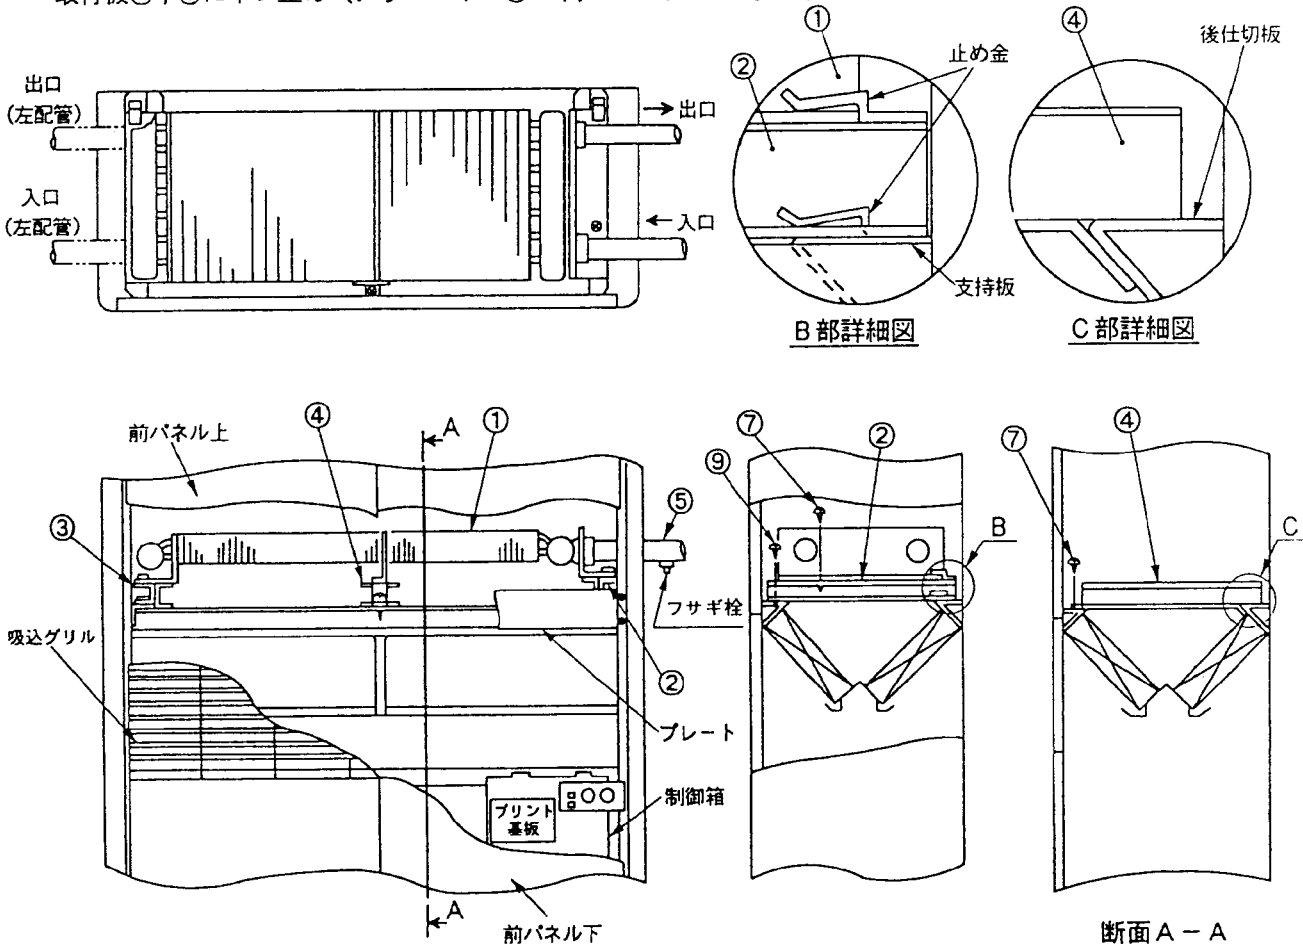

図 1
- ヒータ取付板②③④を取付けてください。
- 取付板②, ③は後方を支持板上の止め金の位置 (図1, B部詳細図) まで差し込み、手前をネジ止め (タッピンネジ⑨2本) してください。
- 取付板④は後方を熱交後仕切板に押し当て (図1, C部詳細図)、手前をネジ止め (タッピンネジ⑦1本) してください。
- ヒータ①を (2) 項で取付けたヒータ取付板②, ③, ④上に設置 (後方は止め金により固定) し、手前をヒータ取付板②, ③にネジ止め (タッピンネジ⑦2本) してください。 (図1)
- (1). 接続パイプ⑤をフサギ栓が真下を向く様配管してください。(図 1)
- (2). 温度調節器により電磁弁にて調節する場合は、電磁弁は入口配管に取付けてください。
- (3). 入口、出口共本体の近くに必ずストップバルブを取付けてください。